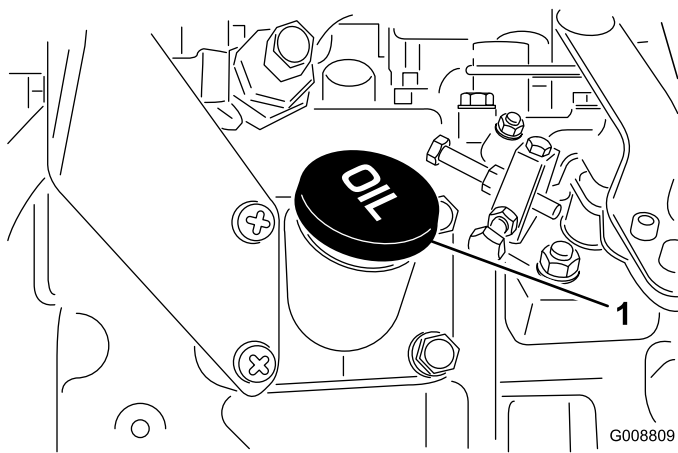

Figura 33
4. Se o nível de óleo se encontrar abaixo da zona de segurança, deverá retirar a tampa de enchimento (Figura 33) e adicionar óleo até que o nível atinja a marca desejada. **Não encha demasiado.**